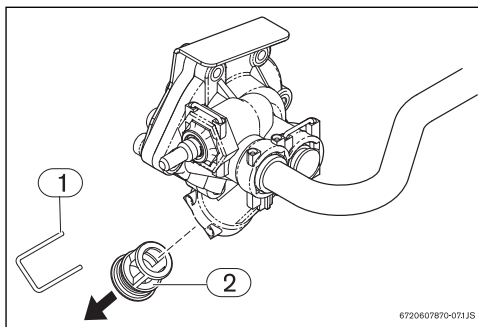

Bild 20 Entleeren
- Klammer aus dem Filtergehäuse (Bild 20, [1]) an der Wasserarmatur entfernen.
- Stopfen (Bild 20, [2]) herausziehen.